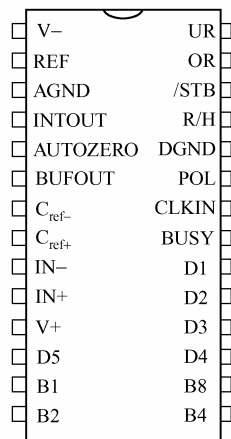

图 6.34 ICL7135 引脚
(2) 引脚功能。ICL7135 采用双列直插式封装，共有 28 个引脚，如图 6.34 所示。